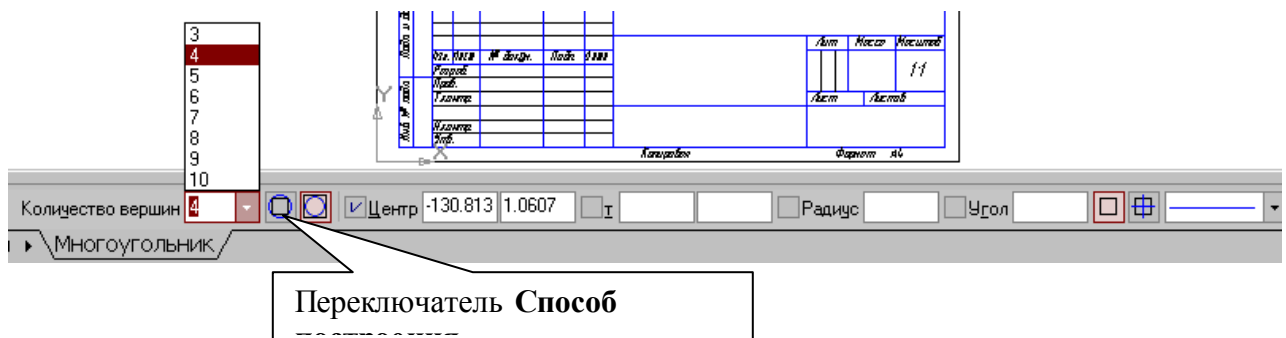
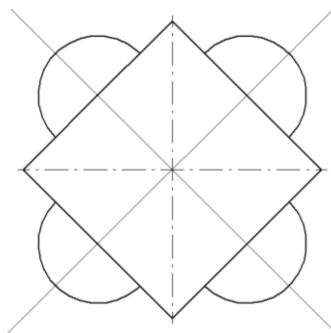

Рис. 44 Панель свойств выполнения команды **Многоугольник**
Рис.53
Кнопка  **Многоугольник** позволяет построить правильный многоугольник. Количество вершин можно задать с клавиатуры или выбрать из списка на Панели свойств (рис.44).
3. Построить правильный квадрат с описанной окружностью радиусом 50 (рис.53), используя кнопку **Многоугольник** (рис.44).